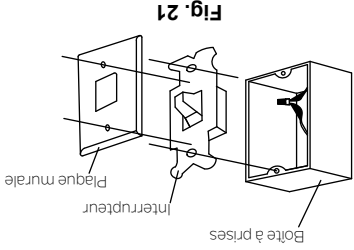

Fig. 21
Étape 1. Retirer la plaque murale présente et l'ancien interrupteur de la boîte à prises murale. Joindre les fils NOIRS (sous tension) avec un écrou et les introduire à l'intérieur de la boîte à prises. (Fig. 21) ou sélectionner l'emplacement avec une nouvelle boîte à prises murale.